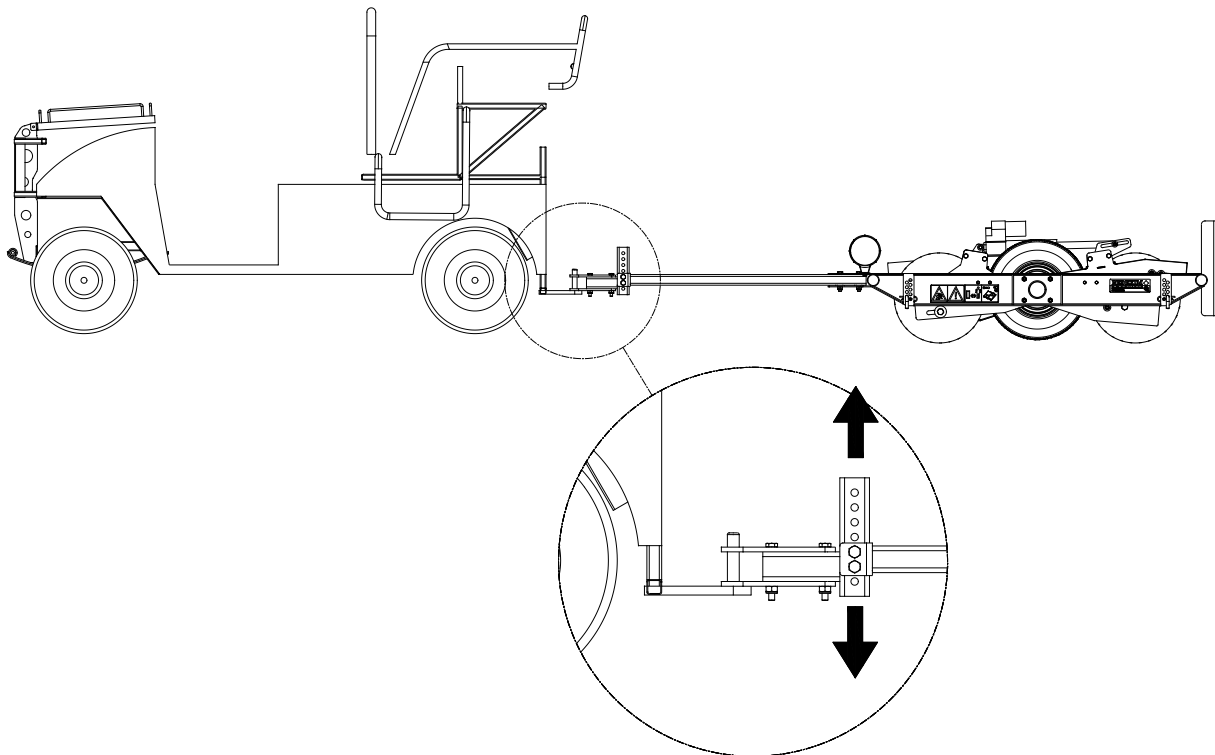

Fig. 9
Speed-Brush kan være hængt til trækøretøj ved hjælp af en trækkrog (fig. 9).
3. Kontrollér derefter, om Speed-Brush er i en vandret position. Hvis dette ikke er tilfældet, kan det justeres ved at løsne de to bolte og vælge en højere/lavere position (fig. 9).